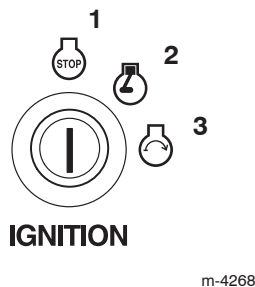

Figure 14
6. Tournez la clé de contact en position de Démarrage pour activer le démarreur. Relâchez-la quand le moteur démarre (Fig. 14).
3. Laissez tourner le moteur au ralenti pendant 60 secondes (Fig. 14).
4. Tournez la clé de contact en position Contact coupé (Fig. 14).